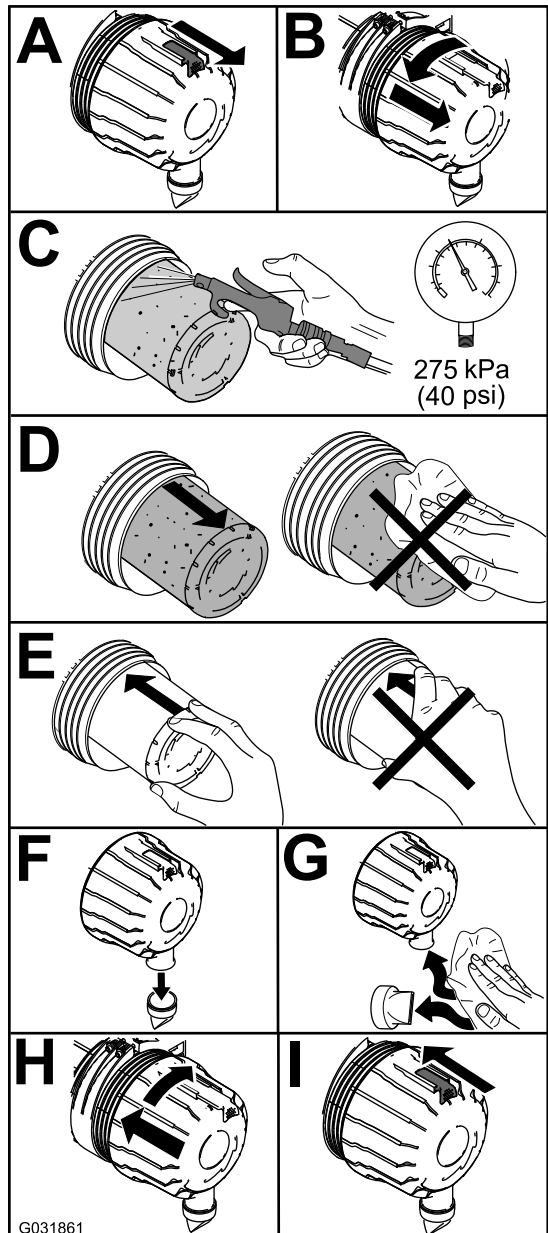

Рисунок 65
1. Замените воздухоочиститель (Рисунок 65).